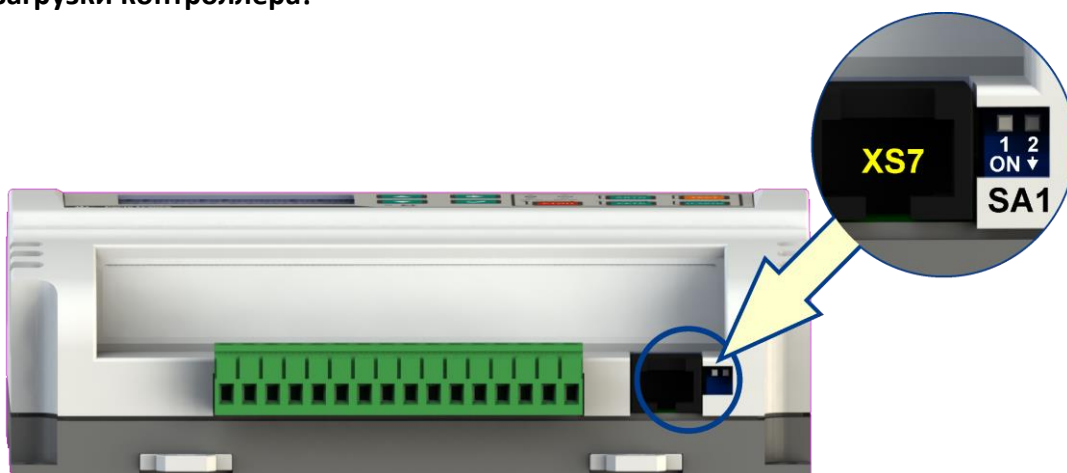

Рис. 5.24. Разъём XS7 и группа переключателей SA1 коммуникационного порта
SMS пароль используется в SMS командах (п. 5.11.2.1) для управления контроллером посредством GSM модема (п. 5.11.2), который может быть подключен к внешнему порту контроллера (разъём XS7, рис. 5.24). Для изменения пароля необходимо сначала ввести текущий пароль (рис. 5.20, а), используя кнопки **[БОЛЬШЕ]** или **[МЕНЬШЕ]**, и подтвердить его нажатием кнопки **[OK]**, а затем необходимо ввести новый пароль (рис. 5.20, б) и нажать кнопку **[OK]**. Начальный пароль по умолчанию - 0000.
Обмен данными контроллера с внешними устройствами осуществляется через коммуникационный интерфейс RS-485 (разъём XS7, рис. 5.24, табл. 6.4). Настройки коммуникационного порта определяются параметрами P100 - P103, а тип подключаемого устройства, протокол или сервис определяется параметром P104 в том случае, если переключатель SA1.2 (рис. 5.24, табл. 5.12) находится в верхнем положении (OFF). Если же переключатель SA1.2 находится в нижнем положении (ON), то настройки коммуникационного порта будут соответствовать параметрам по умолчанию, независимо от значений параметров P100 - P104 (табл. 5.10).